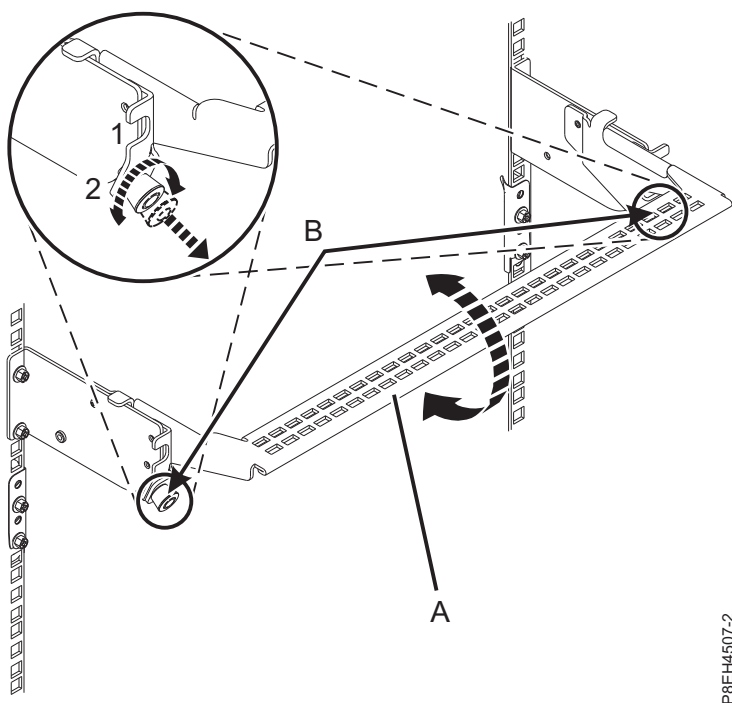

Figure 93. Placement du crochet de routage des câbles en position de maintenance
9. A l'arrière du tiroir d'extension PCIe3, placez le crochet de routage des câbles en position de maintenance. Voir figure 93, à la page 92.